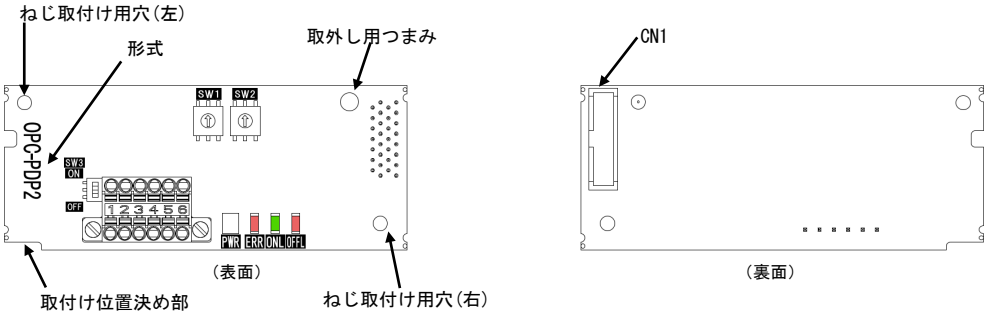

図 1.1 各部名称
- (1) 通信カード、ねじ (M3×8 : 2 本)、取扱説明書 (本書) が入っていることを確認してください。
- (2) 通信カード上の部品の異常、凹み、反りなど輸送時での破損がないことを確認してください。
- (3) 通信カード上に形式「OPC-PDP2」が印刷されていることを確認してください。(図 1.1 参照)